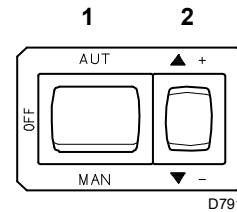

Fig. 22
- Avviare il bruciatore chiudendo i telecomandi e con l'interruttore 1)(Fig. 22) in posizione "MAN". Appena il bruciatore si avvia controllare il senso di rotazione della girante del ventilatore dal visore fiamma 19).
- Fermare il bruciatore: interruttore 1)(Fig. 22) in posizione "OFF" ed avvitare la vite 3).